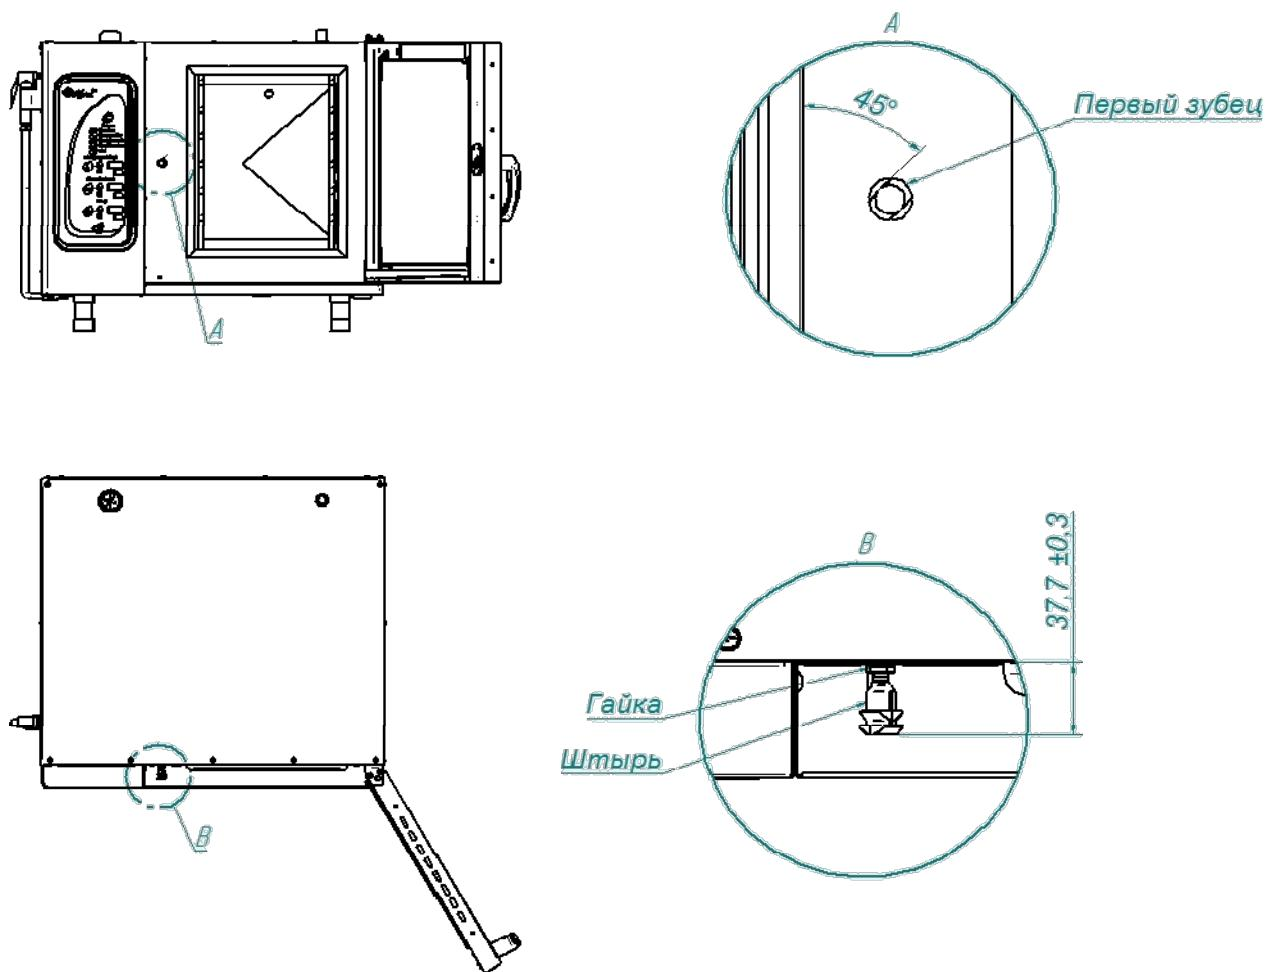

Рис. 13. Регулировка замкового устройства
При ослаблении уплотнителя двери пароконвектомата необходимо отрегулировать положение штыря (см. рис. 13). Для этого:
- отрегулировать положение штыря согласно указанным размерам и положению зубцов (при ослаблении профиля штырь необходимо закручивать, т.е. уменьшить размер 37,7мм, выдерживая угол 45^0 – см. рис. 13);